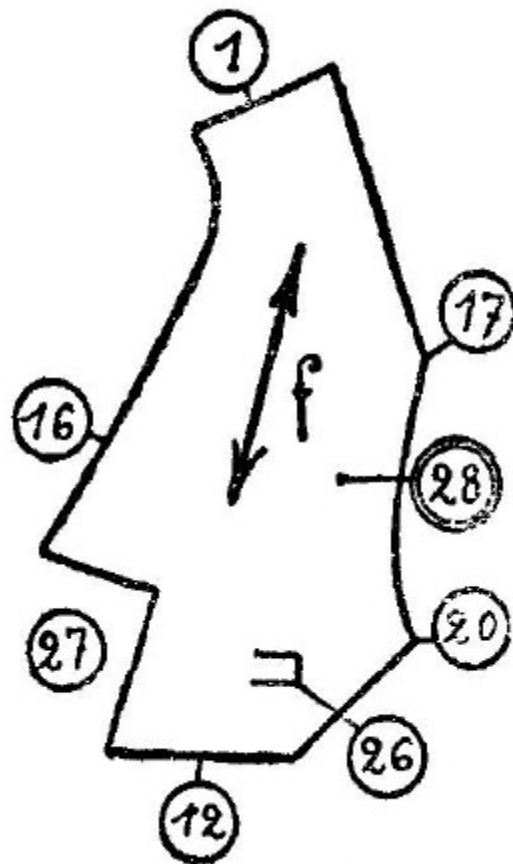

Fig. 15
Cubra tudo esse conjunto com o painel (28) (Fig. 15) de compensado de 3mm. Preparar o outro lado exatamente igual ao primeiro, mas em sentido contrário. A partir de um pedaço de aço leve 1 mm de espessura, corte duas tiras 29, 30, que, quando dobradas, apoiarão as paças (15 e 16) à peça 31 (Fig. 16), que é de madeira dura, como carvalho, nogueira ou faia, com 20 X 26 x 230. Os furos nessas cintas só serão perfurados previamente, de um lado. O outro lado será perfurado quando estejam no lugar e solidamente fixadas à longarina 12, faça os furos para os parafusos (32).